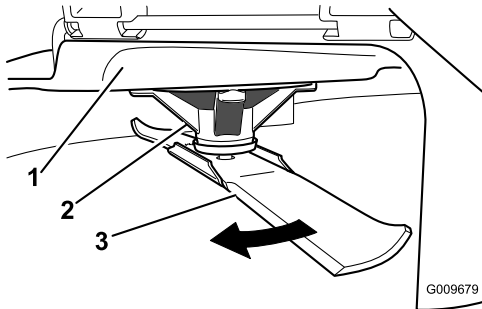

Figure 45
- Enfilez des gants épais ou utilisez une autre protection adéquate pour les mains, et faites tourner la lame lentement jusqu'à une position permettant de mesurer correctement la distance entre le tranchant et la surface plane sur laquelle se trouve la machine (Figure 45).